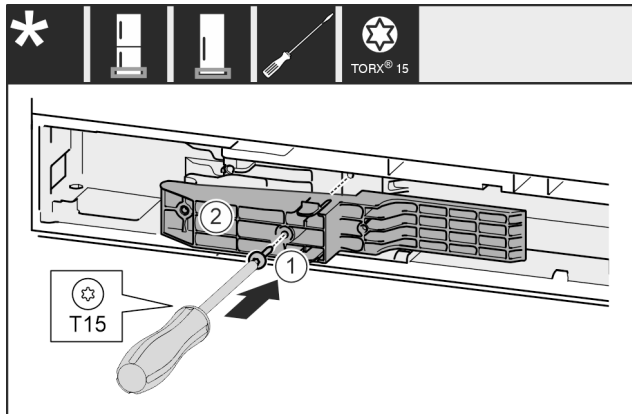

Fig. 56 *
- ▶ Helyezze be az illesztődarabot Fig. 56 (1) a mélyedésbe a fogantyú felőli oldalán.*
- ▶ Húzza meg a csavart Fig. 56 (2) csavarhúzóval.*